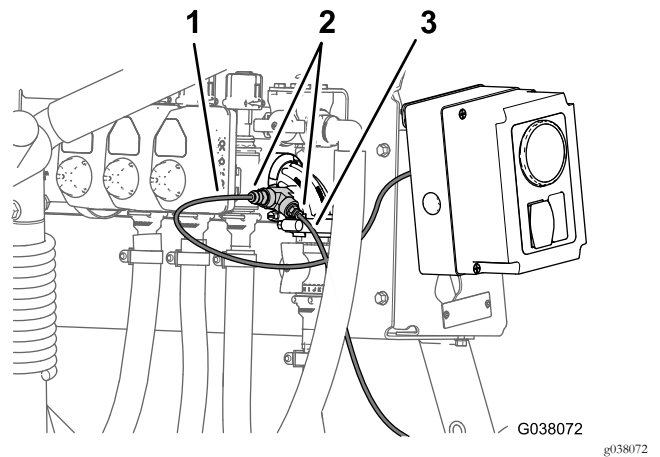

Bild 125
1. Fluchten Sie das Ende des Druckmessschlauchs (Kunststoff) für das Druckmanometer im Armaturenboard mit dem arretierenden Stellring für die Schlauchkupplung am T-Anschlussstück aus (Bild 125).
2. Setzen Sie den Messschlauch in den arretierenden Stellring ein, bis er fest sitzt (Bild 125).
3. Fluchten Sie das Ende des Druckmessschlauchs (Kunststoff) für das Druckmanometer im Schaltkasten für die Spritzpistole oder die elektrische Schlauchtrommel mit dem arretierenden Stellring für die Schlauchkupplung am T-Anschlussstück aus (Bild 125).
4. Setzen Sie den Messschlauch in den arretierenden Stellring ein, bis er fest sitzt (Bild 125).